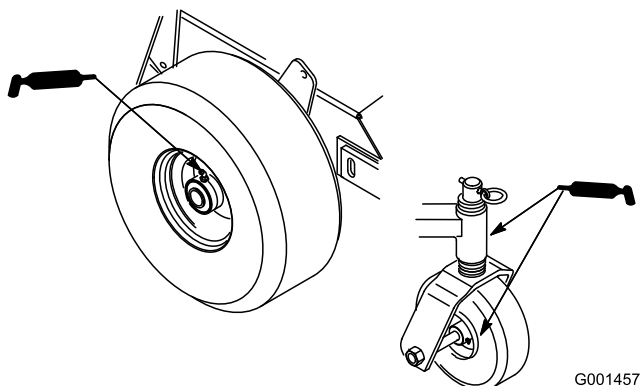

Figura 17
1. Lubrique los cojinetes de las ruedas delanteras y los ejes delanteros (Figura 17).
2. Lubrique los cojinetes de las ruedas motrices (Figura 17).